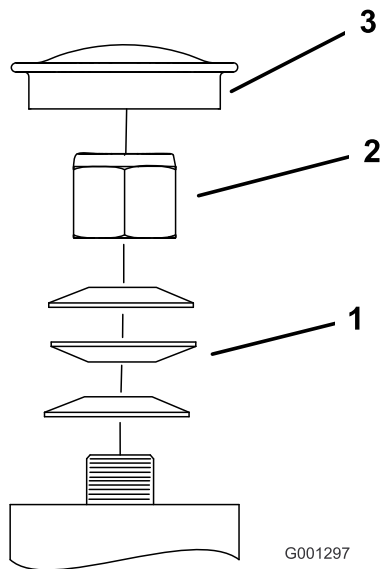

Figure 67
3. Retirez le capuchon protecteur de la roue pivotante et serrez le contre-écrou (**Figure 67**).
4. Continuez de serrer le contre-écrou jusqu'à ce que les rondelles élastiques soient aplaties, puis desserrez-le d'un quart de tour pour obtenir la précharge correcte des roulements (**Figure 67**).
Important: Veillez à placer les rondelles élastiques comme montré à la **Figure 67**.
5. Remettez le capuchon protecteur en place (**Figure 67**).